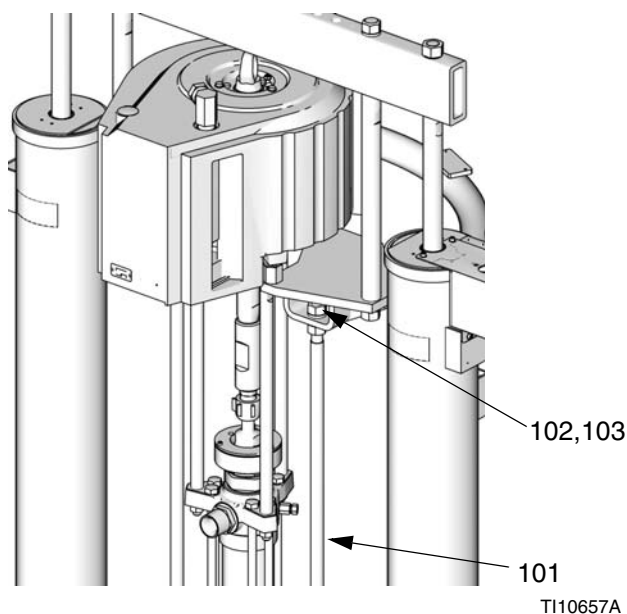

FIG. 22
1. Retirez les écrous et les rondelles (102, 103) du haut des tiges de levage du cylindre (101). Consultez la FIG. 22.
Ne retirez pas les écrous (102) situés sous des supports ; ne les serrez pas non plus. Consultez la FIG. 22. Si les écrous sont serrés, la pompe ne pourra être complètement en prise avec le cylindre ou bien la distance entre les deux exercera une tension sur le moteur, les barres d'accouplement et le bas de pompe.
4. Serrez les écrous (103) et les rondelles (102) sur le haut des tiges de levage du cylindre (101). Consultez la FIG. 22.